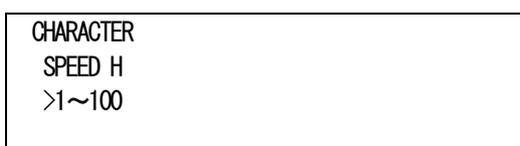

図4-23 オンスクリーンメニュー(SPEED H例)
- 1) CHARACTERメニューで「SPEED H[SPDH]」を選択し、**ENTER**ボタンを押すと図4-23のような設定メニューが表示されます。